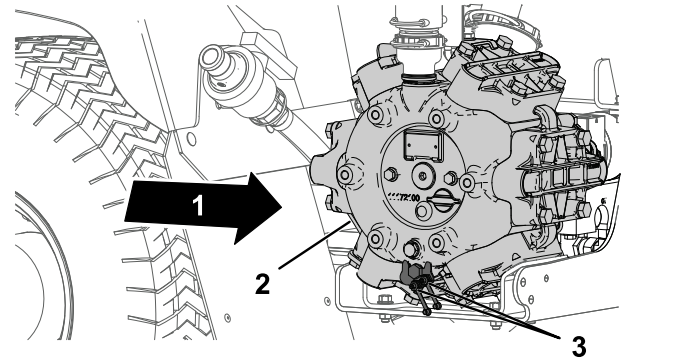

Figura 61
- Pulite con un panno i 2 raccordi di ingrassaggio remoto (Figura 61).
- Punto d'ingrassaggio (2)
- Pompate del grasso nel raccordo di ingrassaggio remoto (Figura 61).